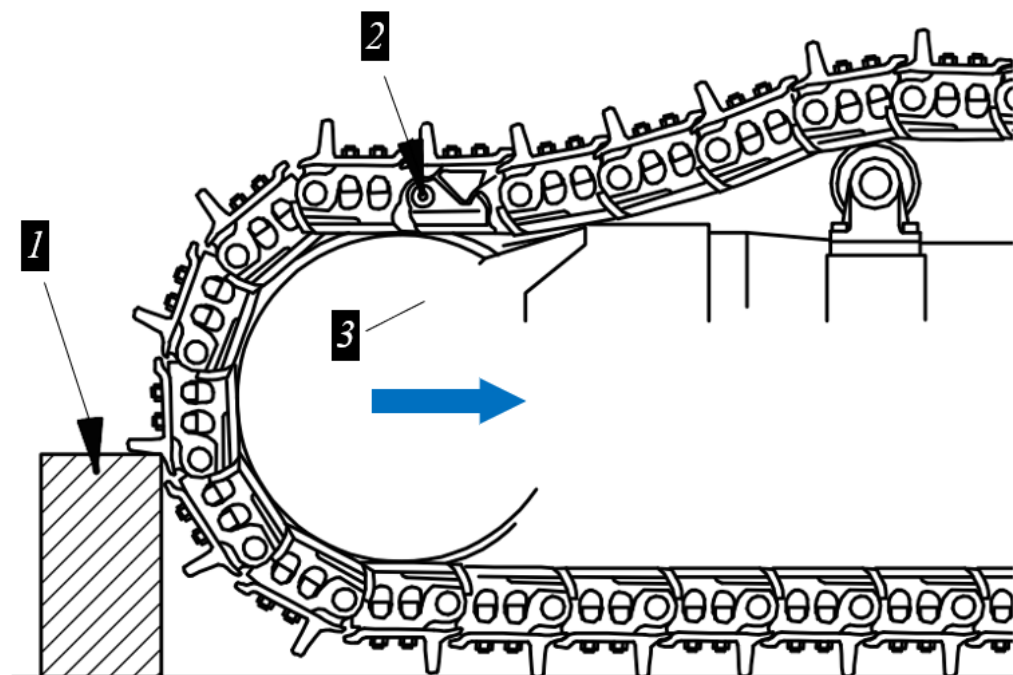

Рисунок 3.130. Процедура снятия натяжения с гусеничной цепи
- ▶ Спереди, под натяжное колесо установить подпорку 1, например, деревянный брусок рис. 3.130.
- ▶ Медленно наехать натяжным колесом 3 на подпорку 1 см. рис. 3.130.
- ▷ Замыкающие полузвенья 2 при этом должны располагаться примерно над направляющим колесом 3, рис. 3.130.